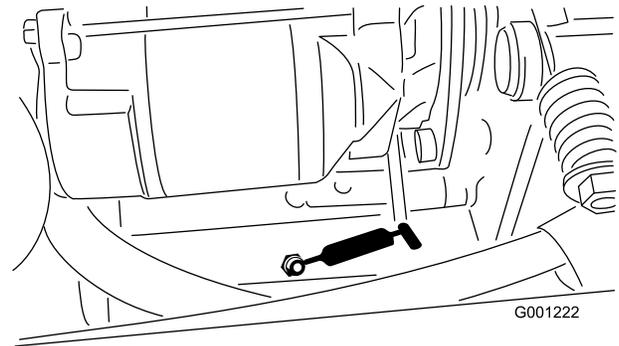

図 40
- ・ PTO のテンションピボット(図 40)
- ・ PTO の後ベアリング(図 40)